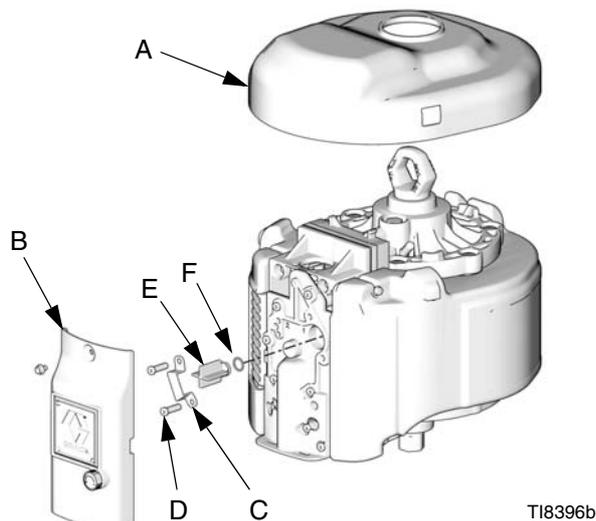

FIG. 2. Desmontaje
3. Vea la FIG. 2. Quite la cubierta superior (A) y deséchela. Extraiga la cubierta de la válvula de aire (B), la pinza del solenoide (C) y los tornillos (D); consérvelos para su uso posterior. Extraiga y deseche el enchufe del solenoide (E) y la junta tórica (F).